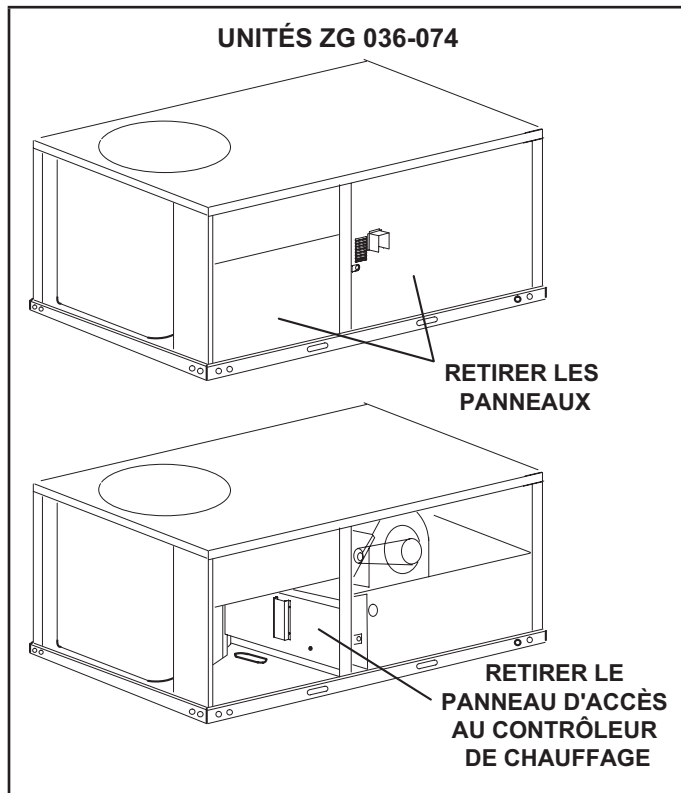

Figure 1
- 2 - Ouvrir les panneaux d'accès comme illustré à la Figure 1. Sur les unités LGM/LGT/LDT/LGH/KG/SG/SD, retirer le montant entre les sections chauffage et compresseurs.